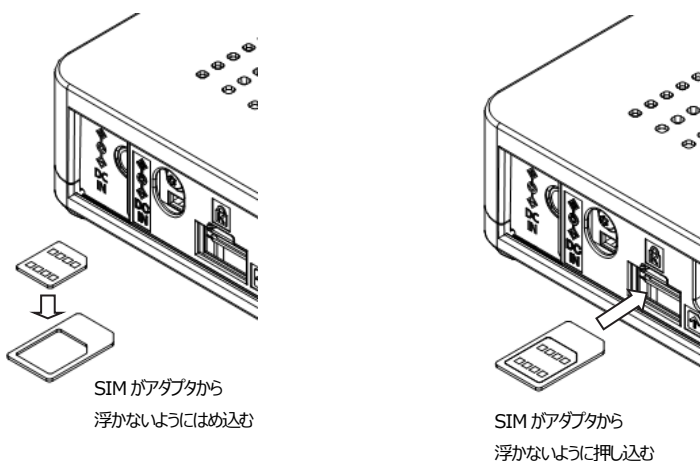

図 4
- ・SIM 用アダプタにマイクロ SIM およびナノ SIM を図 4(左)に示す向きにはめ込みます。
- ・SIM カードをはめこんだ SIM 用アダプタを、図 4(右)に示す向きに奥へ押し込んでください。